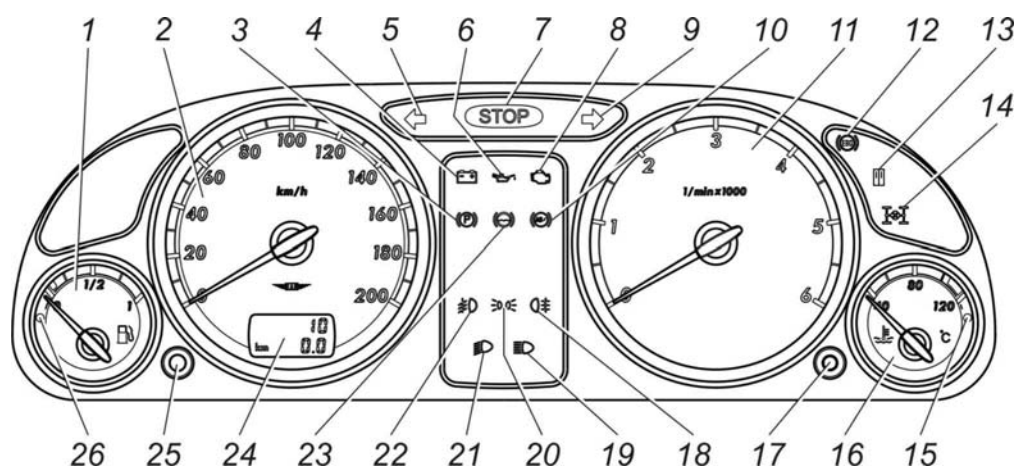

Рис. 5.14. Комбинация приборов
*Расположение приборов показано на рис. 5.14*